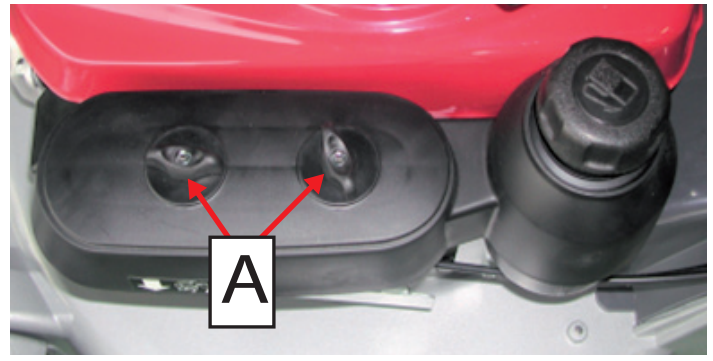

Bild 15
- Lösen Sie die Schrauben Abbildung A Bild 15